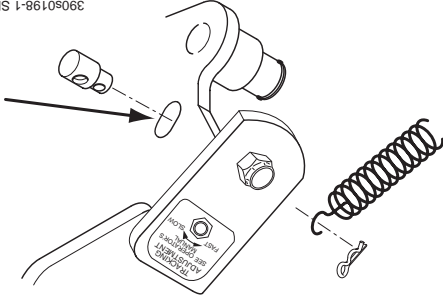

Figura 13. Ajuste de la varilla de control
- Reinstale el resorte de control de velocidad en la plataforma giratoria. Instale la horquilla en la plataforma giratoria. (Vea la Figura 13).